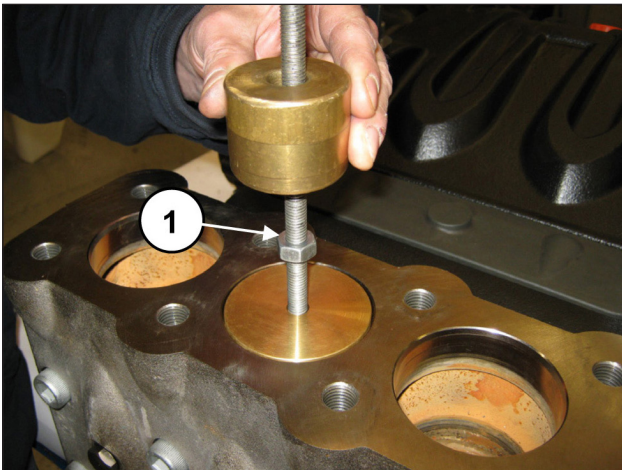

Abb. 96
Entfernen Sie die Ventilkappe mithilfe eines Abziehers mit Schlagwerk an der Bohrung M10 der Ventilkappe (Pos. ①, Abb. 96).